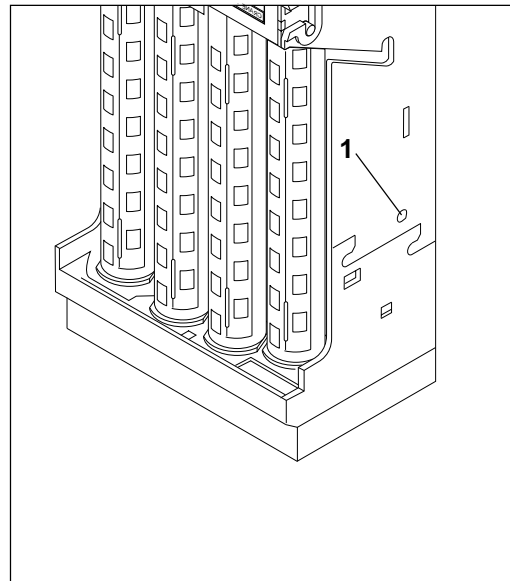

Abb. 13: Befestigungsschraube lösen
- Es ist unbedingt erforderlich, an der rechten Gehäusesseite die Befestigungsschraube (1) für den Kassenkanal zu lösen. (Abb. 13)